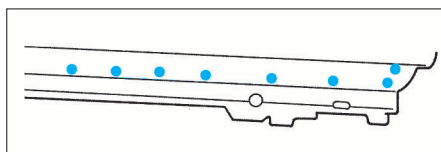

FIG. 73
- Souder par points bouchons à l'arc sous gaz protecteur (Fig.73).